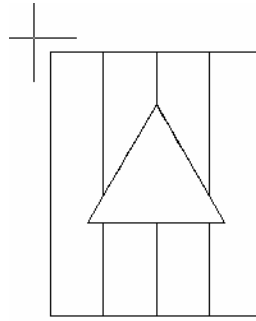

Рис. 5.12
- f) на запрос первого угла видового экрана (Specify first corner of viewport) щёлкнуть точку слева над проекцией (рис. 5.12);